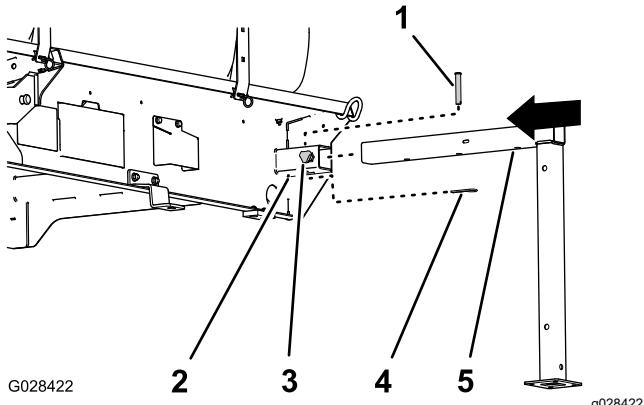

Figure 99
1. Alignez le pied de support avant sur son logement à l'avant de la cuve (Figure 99).
2. Insérez le pied de support dans le logement jusqu'à ce que le trou central du tube horizontal du pied soit en face du trou au sommet du logement (Figure 99).
4. Vissez à la main une molette de blocage dans le logement (Figure 99).